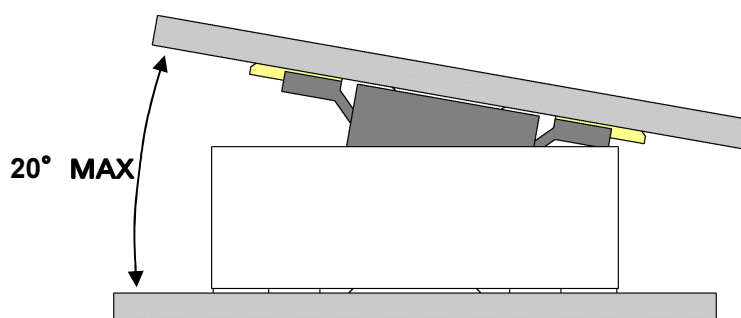

Fig11
3. コネクタを 20° 以上回転させ抜去を行わないで下さい。(Fig11)
3. Please rotate 20 degrees or more and do not draw out a connector. (Fig11)